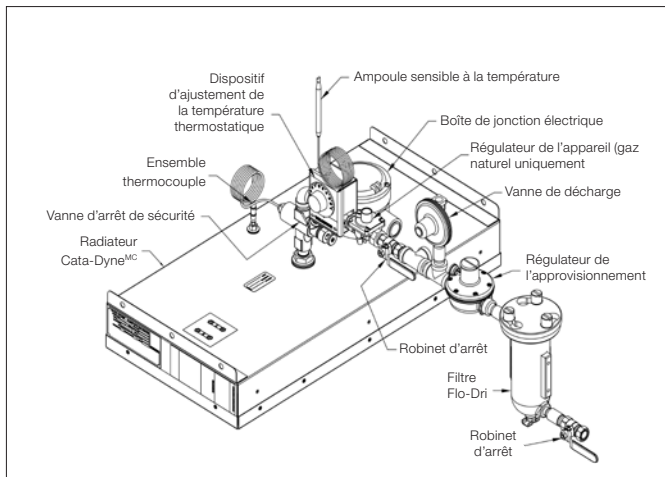
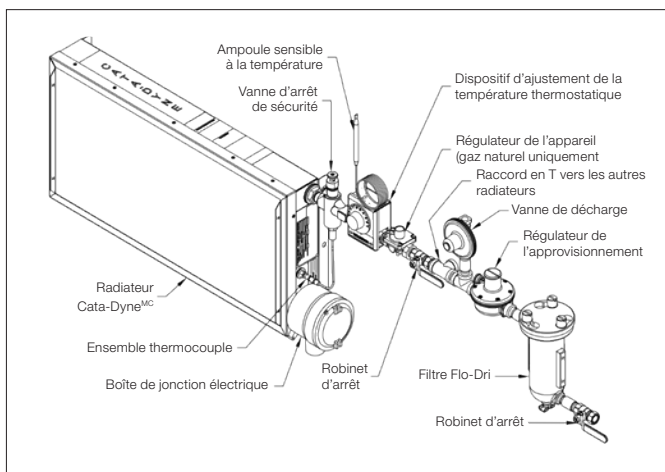

Figure 2 – Installation typique d'un radiateur Cata-Dyne^{MC} au gaz naturel
Figure 3 — Installation au gaz naturel typique (modèle MKII uniquement)
7. Pour l'installation, voir la Figure 2, page 18 pour le radiateur Cata-Dyne^{MC} typique et la Figure 3, page 18 pour le modèle MKII au gaz naturel.